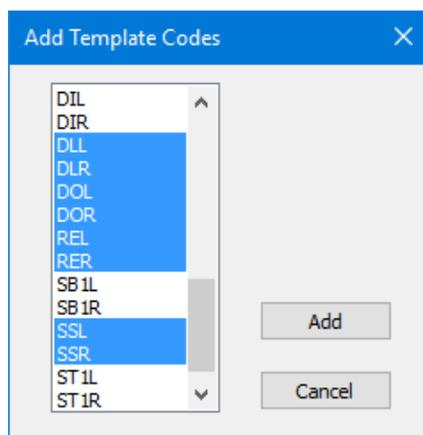

Figura 23-3: Cajón para Agregar Códigos de Plantilla: seleccionar Código de Fondo de Cuneta (Ditch Bottom)
10. Asegure que los códigos importantes de características sean agregados a la lista de códigos de plantilla. Remueva todos los códigos existentes y presione el botón *Añadir*, localizado en la zona inferior izquierda, para abrir el cajón de diálogo mostrado en la Figura 23-3 de abajo.